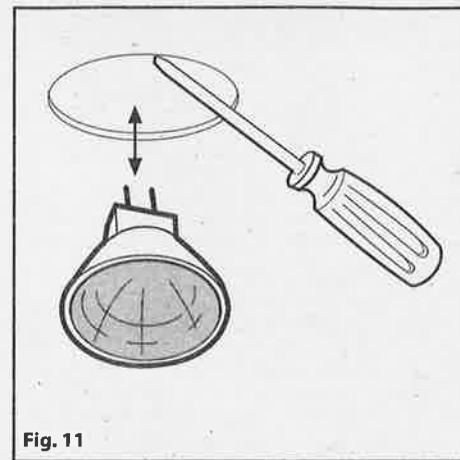

Fig. 11
• Sostituzione delle lampade alogene (Fig.11).